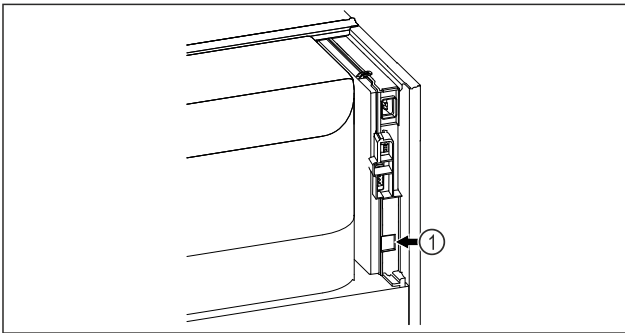

Fig. 73
- Le SmartModule Fig. 73 (1) est installé.